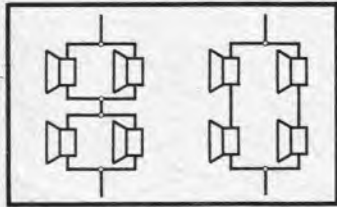

Abb. 2. Zwei der drei möglichen Schaltungen, wenn vier Lautsprecher an einen Verstärkerausgang angepaßt werden sollen.
2. Gruppenschaltung (Abb. 2); Gesamtwiderstand = Einzelwiderstand;